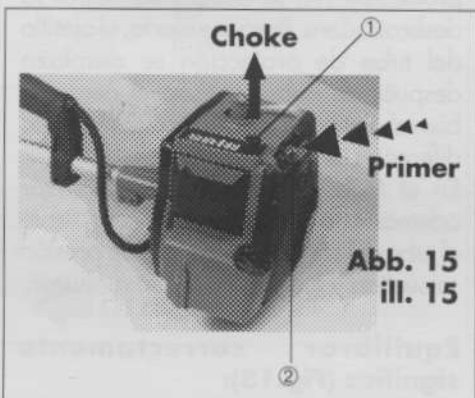

Abb. 15
2. (Abb. 15) Bei kaltem Motor/ Erststart: